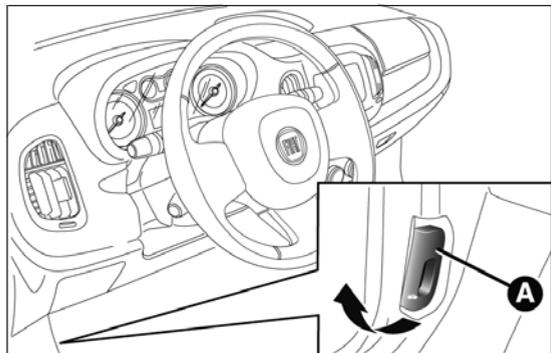

fig. 102
- tirer le levier A fig. 102 dans le sens indiqué par la flèche ;